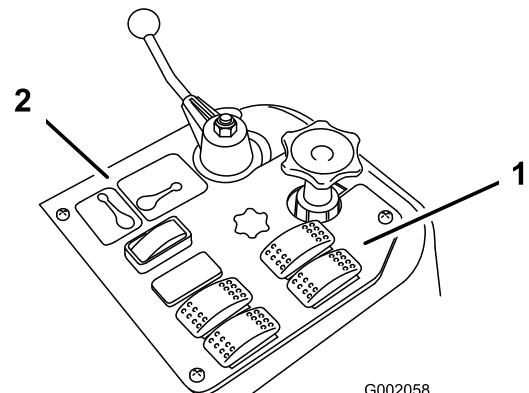
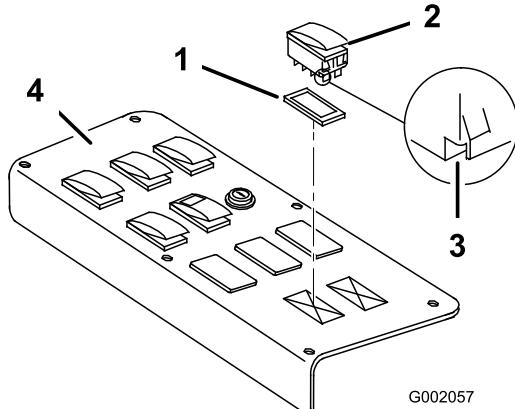

図 24
図 25
打ち抜いた穴に取り付ける（1200の場合は図 24、1250の場合は図 25）。
- 注** スイッチの取り付け方向が、図 25 と一致しているかどうか確認してください（ノッチが車両の後方を向いているのが正しい取り付け方向です）。